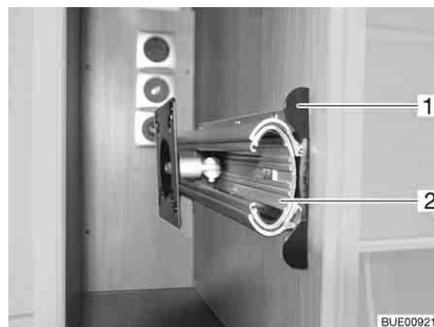

Fig. 49 Support dans le meuble de télévision
- Enfoncer la barre de déverrouillage (Fig. 49,1).
- Faire entièrement sortir la rallonge (Fig. 49,2).
- Faire coulisser la rallonge (Fig. 49,2) jusqu'à ce que la barre de déverrouillage (Fig. 49,1) s'encliquette.